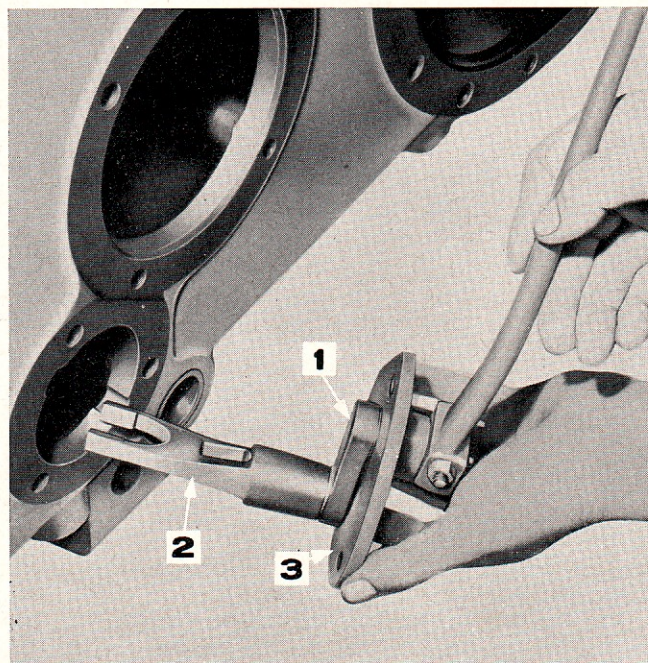

Figure 3: Montage du mécanisme d'enclenchement de prise de force
4. Après avoir posé un joint neuf, présenter le mécanisme d'enclenchement sur le carter central de pont arrière (Figure 3), en s'assurant que la fourchette s'engage dans le manchon (transmission à 6, 7 et 8 vitesses). Sur les tracteurs à quatre vitesses, le bras de commande s'engage dans le raccord du mécanisme d'enclenchement.